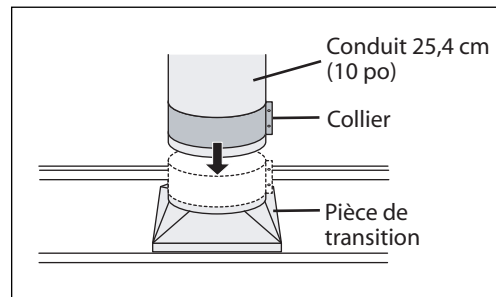

FIG. 9
9. Conduits : Il ne doit pas y avoir plus d'un pouce entre la transition du toit d'évacuation et les conduits de la maison. Ajustez le collier de connexion sur les deux conduits. Serrez le collier. Fixez le conduit à l'aide de vis et de ruban conformément au code en vigueur. Les vis ne doivent pas gêner le registre. Voir fig. 9.